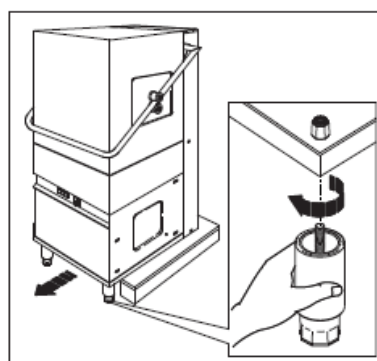

Fig. 4
3. Przesuwaj maszynę na paletę, aż do zwolnienia dwóch z czterech otworów do włożenia podpór (rys. 4).
- 4). Weź jedną z dostarczonych nóżek i dokręć śrubę w jednym z dwóch zwolnionych gniazd (rys. 4). Kontynuuj montaż drugiej nóżki zgodnie z tą samą procedurą (rys. 4).